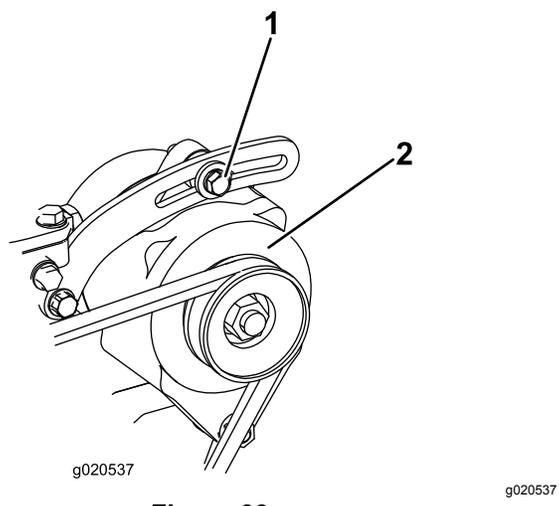

Figura 99
- Se a deslocação obtida não for igual a 10 mm, deve desapertar os parafusos de montagem do alternador (Figura 99).